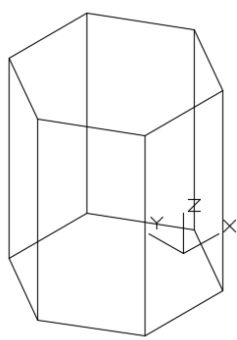

Рис. 20
- 2) задать новое положение ПСК кнопкой «Начало» , задав с клавиатуры координаты 0,0,30 (рис. 20) согласно размерам расположения выреза (рис. 10);